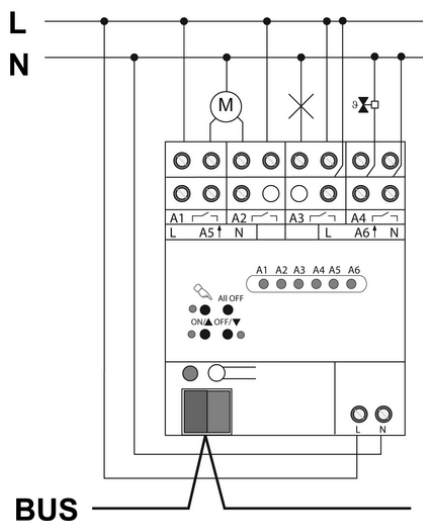

Bild 3: Anslutningsexempel
- Anslut bussledningen med anslutningsklämma (bild 3).